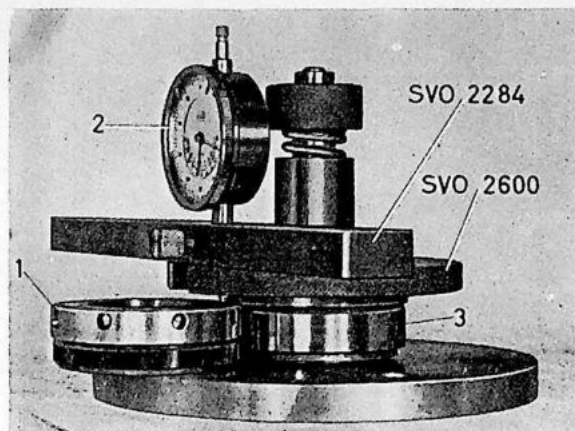

Fig. 4-109. Het vaststellen van de dikte van de shims
3. Leg het complete achterste pignionlager met de cup op het meetapparaat SVO 2600. Zet de plaat, de veer en de moer erop. Draai de moer vast met de vlakke kant naar boven. De plaat en daarmee het lager, wordt nu enkele malen voor- en achteruit gedraaid, zodat de rollen de juiste stand innemen. Leg de afstelring onder de gleuf in de plaat zoals Fig. 4-109 laat zien. Gebruik de houder SVO 2284 en de meetklok, zet de meetstift van de meetklok op de afstelring en zet de klok op nul. Zet dan de meetstift op de cup van het lager. De meetklok geeft nu rechtstreeks de dikte die de shims moeten hebben, aan. Meet de shims voor de juiste dikte met een micrometer, zie Fig. 4-110. N.B. Het is meestal onmogelijk om
3. Verwijder als juiste speling en draagbeeld zijn verkregen, het differentieel en de stelringen. Plaats dan de centreerring op het meetapparaat. Zet een lager op het meetapparaat en ook de plaat, de veer en de moer. Breng de moer aan met de vlakke kant naar beneden. Draai de plaat enkele malen voor- en achteruit. Zet er de meetklok en houder SVO 2284 op. Zet de meetklok op de afstelring op nul en zet dan de meetstift op het lager (cup), zie Fig. 4-109. Lees de klok af. Meet met een micrometer de shims, waarvan de totale dikte moet overeenkomen met de afgelezen waarde + 0.07 mm—0.10 mm (0.003"—0.004") voorspanning. Houd de shims samen met het gemeten lager aan dezelfde kant. Herhaal bovenstaande werkwijze met het andere lager.